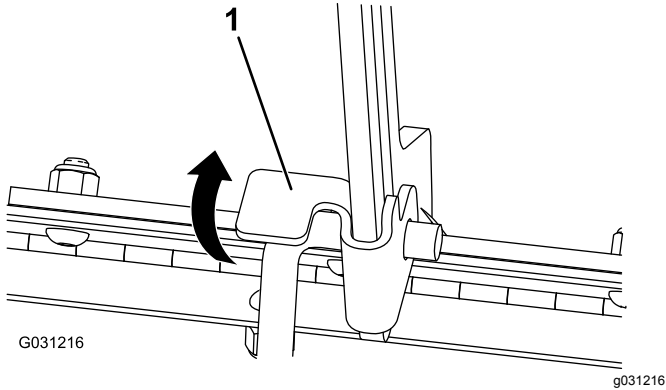

Figura 35
1. Levante la pestaña que sujeta la varilla de sujeción (Figura 35)